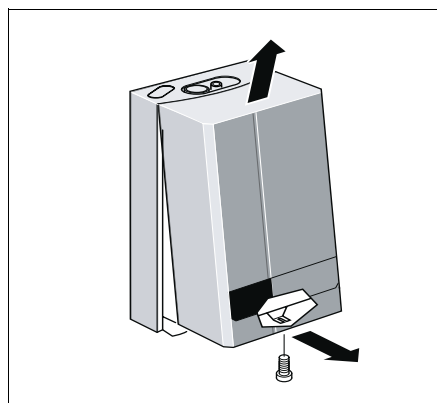

Abb. 4 Verkleidung des GB112 abnehmen
1. Klappen Sie die Verkleidung des Gas-Brennwertkessels ab (Abb. 4).